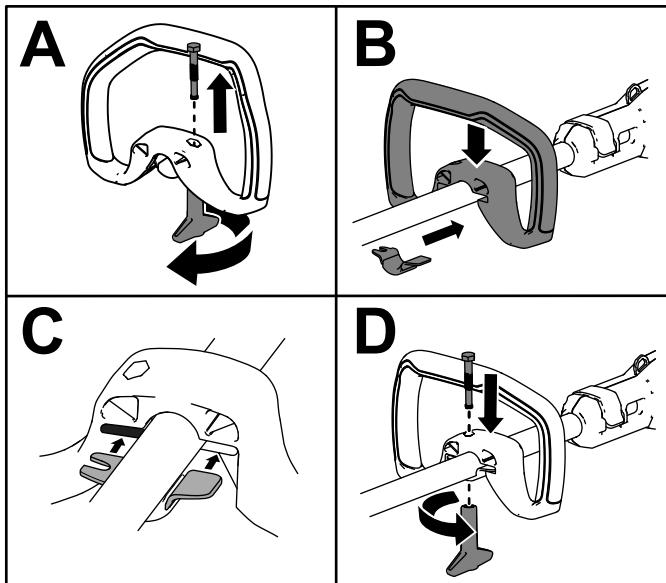

Bild 4
1. Trennen Sie den Hilfsgriff von der Griffhalterung, indem Sie den Griffverriegelungsknopf abschrauben und die Schraube (A in Bild 4) entfernen.
2. Richten Sie die Griffhalterung mit dem Hilfsgriff (B in Bild 4).
3. Schieben Sie die Griffhalterung in den Schlitz am Hilfsgriff (C in Bild 4).
4. Befestigen Sie die untere Griffhalterung am Hilfsgriff mit dem Griffverriegelungsknopf und der zuvor entfernten Schraube (D in Bild 4).